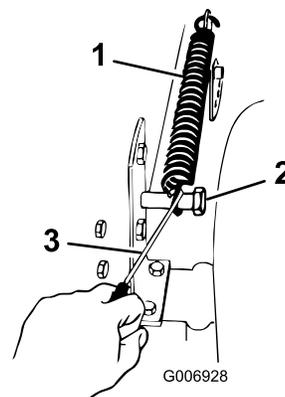

Figura 37
5. Retire el muelle de elevación asistida de altura de corte del perno de retención (Figura 37). El muelle se encuentra entre el bastidor y la rueda trasera derecha.
- Mueva la palanca de ajuste de la altura de corte a la muesca "D". Enganche el muelle de elevación en el perno de retención para su almacenamiento (Figura 37).